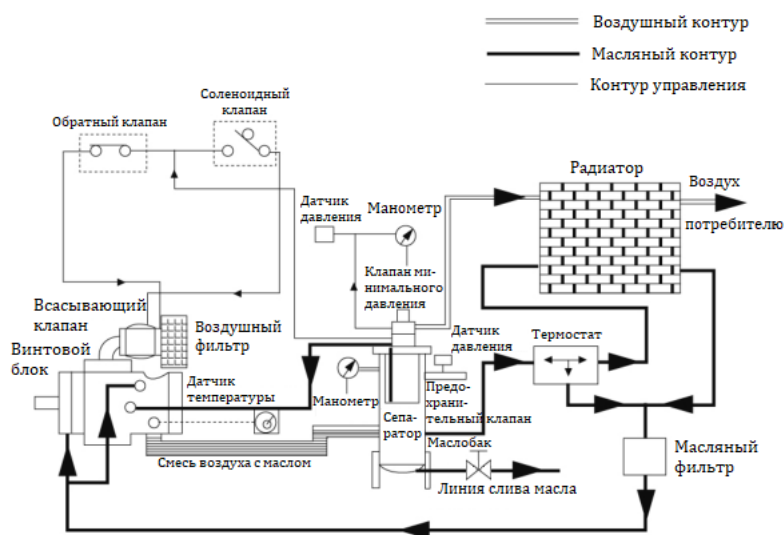

Рис. 8 Устройство компрессора.
4.1. Устройство компрессора (рис. 8)